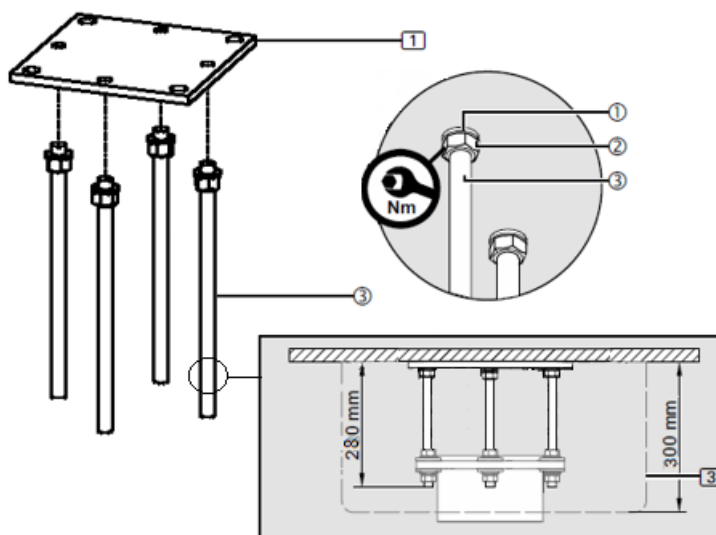

Fig. 5 Montaje de placa de interfaz sin falso techo
- Para el embellecedor de techo (3), que tiene una altura de 300 mm, los pernos roscados de 6/12 M16 x 350 mm (3) deben cortarse a 280mm. Véase Fig. 5.
- Quite las rebabas ligeramente de los pernos roscados M16 x 350 mm (3) para garantizar el máximo encaje de la rosca en la placa de interfaz (1).
- Enrosque 1 tuerca hexagonal M16 (2) en cada uno en los pernos roscados M16 (3) y luego coloque 1 arandela elástica (1) en cada uno.